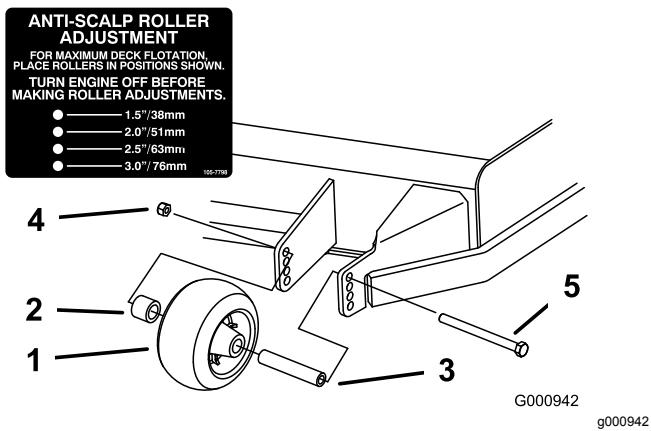
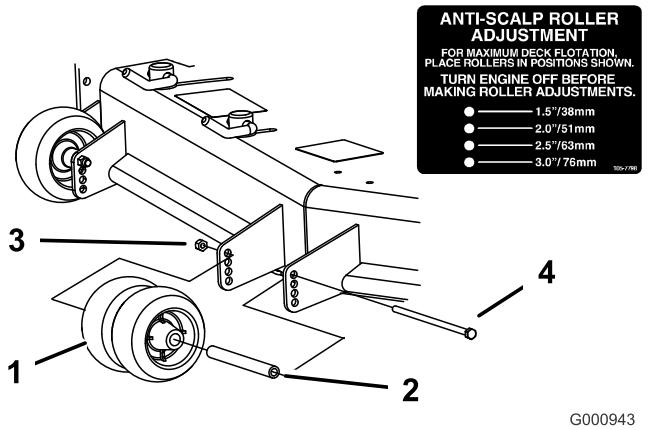
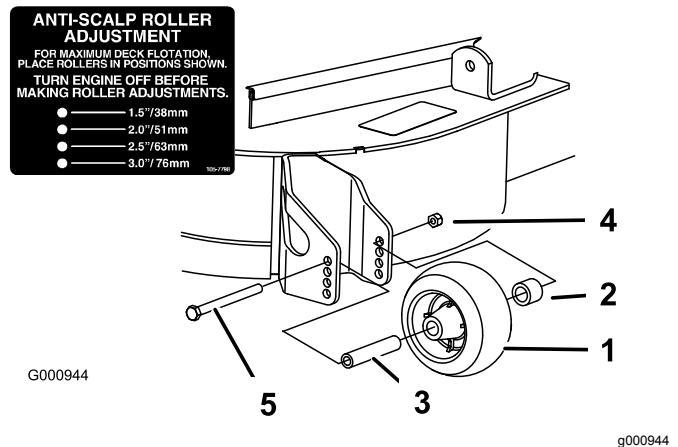

Figura 30
Figura 31
Figura 32
3. Regolate i rulli antistrappo come illustrato in Figura 30, Figura 31 e Figura 32.